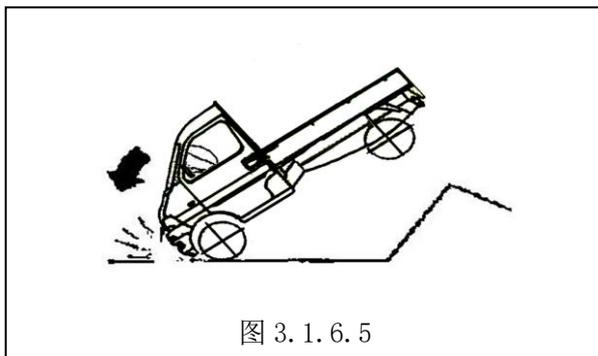

图 3.1.6.5
5) 驶入一个大洞中或是撞到洞的远边。(见图 3.1.6.6)